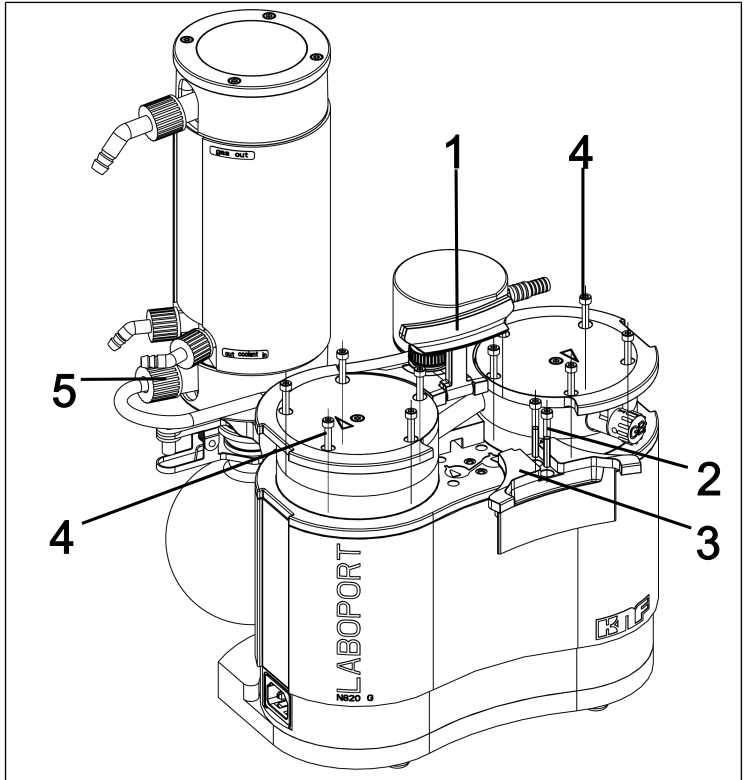

Abb.12: Griffblende abmontieren
3. Lösen Sie die Überwurfmutter der Schlauchverbindung (**5**/ Abb. 12) von der Vakuumsystemkomponente.
4. Stellen Sie den Griff (**1**/Abb. 12) in eine senkrechten Position.
5. Lösen Sie die beiden Schrauben (**2**/Abb. 12) der Griffblende (**3**/Abb. 12).
6. Entfernen Sie die Griffblende (**3**/Abb. 12).
7. Lösen Sie die 10 außenliegenden Kopfschrauben (**4**/Abb. 12) an beiden Pumpenköpfen.
8. Entnehmen Sie die 10 außenliegenden Kopfschrauben (**4**/ Abb. 12) aus den beiden Pumpenköpfen.
1. Markieren Sie Druckplatte (2), Kopfdeckel (3) und Zwischenplatte (6) mit einem durchgehenden Bleistiftstrich. Dadurch wird verhindert, dass die Teile später falsch montiert werden.
2. Entnehmen Sie die außenliegenden Schrauben (4/Abb. 12) von den Pumpenköpfen.
9. Setzen Sie die 10 außenliegenden Schrauben (4/Abb. 12) in den Pumpenkopf ein und ziehen Sie diese über Kreuz an (Anzugsdrehmoment: SH/SR820G: 4 Nm; SR/SH840G: 5 Nm)
i Sollten die außenliegenden Schrauben (4/Abb. 12) sich nicht in den Pumpenkopf einsetzen lassen, lösen Sie die innenliegende Kopfschraube (1) und prüfen Sie den Sitz des Kopfdeckels (3) auf der Zwischenplatte (6).
11. Ziehen Sie die Überwurfmutter der Schlauchverbindung (**5/Abb. 12**) am Hochleistungskondensator (**2/Abb. 3**) handfest an.
1. Montieren Sie die Griffblende (**3/Abb. 12**).
2. Ziehen Sie die Schrauben (**2/Abb. 12**) der Griffblende (**3/Abb. 12**) an (Anziehmoment: 2 Nm).